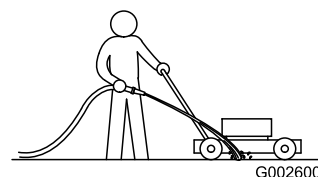

Figura 51
1. Con el motor en marcha sobre una superficie plana pavimentada, dirija un chorro de agua hacia delante de la rueda trasera **derecha** (Figura 51).